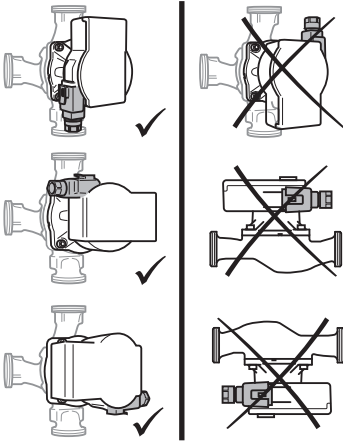

Fig. 2: Montaj konumları
- Montaj yerini, izin verilen montaj konumuna (Fig. 2) uygun olarak seçin.
- Pompa için izin verilen montaj konumuna (Fig. 2) dikkat edin, gerektiğinde motor kafasını (2+6) çevirin.